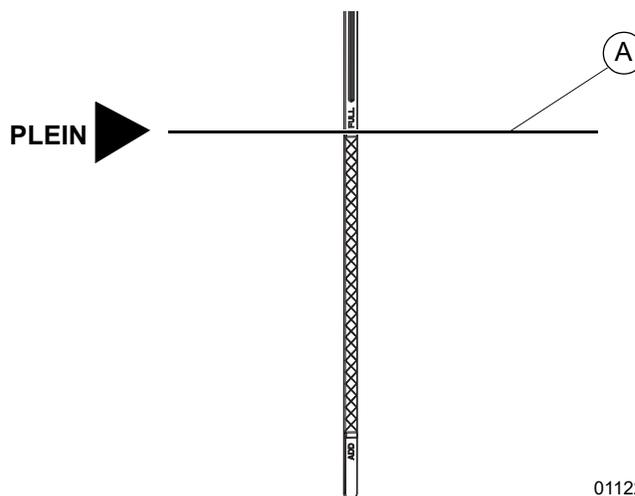

Figure 5-8. Marque FULL de la jauge de niveau d'huile
7. Voir la Figure 5-8. Vérifiez que le niveau d'huile se situe à proximité/au niveau du repère FULL (A). Le cas échéant, ajoutez de l'huile.